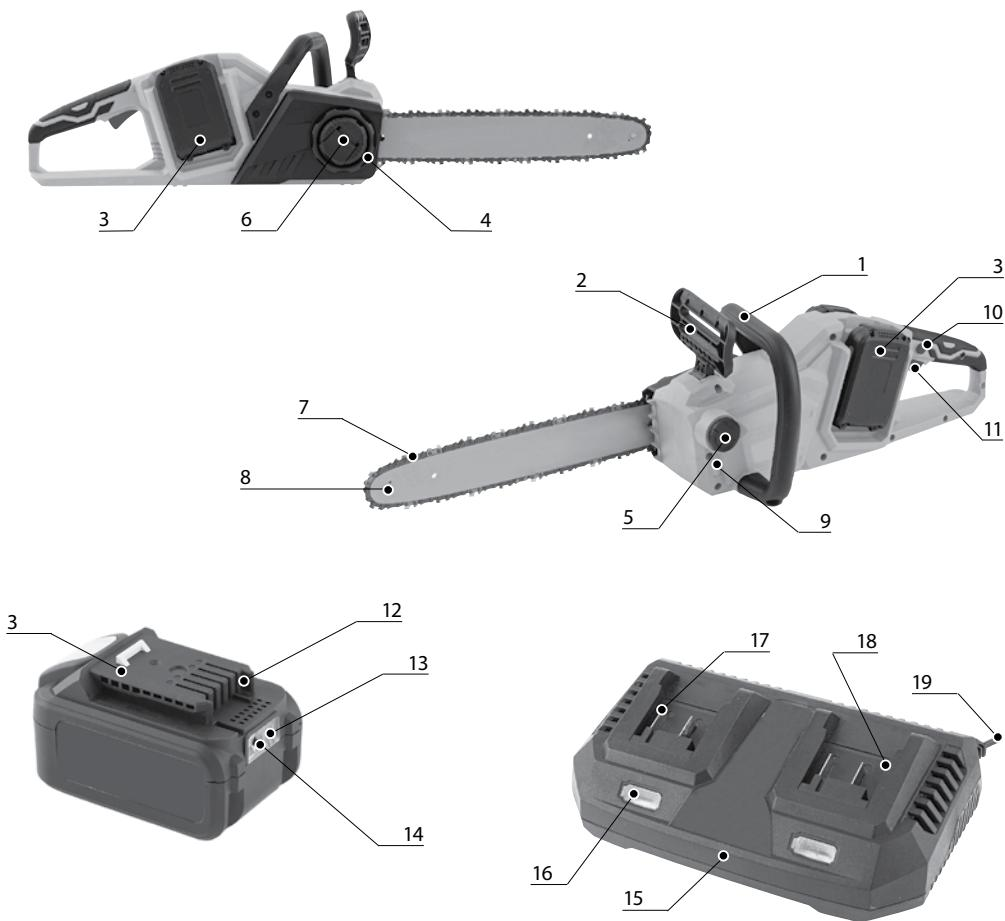

Рис. 3
- Вытащите прижимную ручку 6 (рис. 3) и открутите защитный щиток (рис. 4).